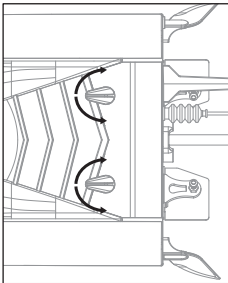
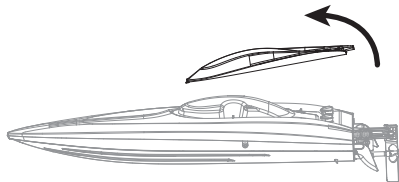

Bild 1
Bild 2
1. Drehen Sie nach links oder rechts, um das Schloss der äußeren Abdeckung zu öffnen (Bild 1), und öffnen Sie dann die Kabinenabdeckung (Bild 2).